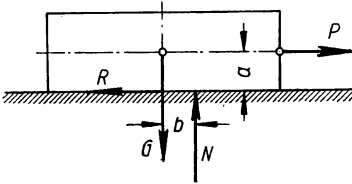

Bild 216
**Lösung:** **a)** Der Reibungswiderstand  $R$  ist um so größer, je größer der Normaldruck  $N$  ist, mit dem die gleitenden Flächen gegeneinandergedrückt werden. Bei einem Schlitten auf waagerechter Ebene (Bild 216) ist  $N = G$ . Man setzt  $R$  gleich